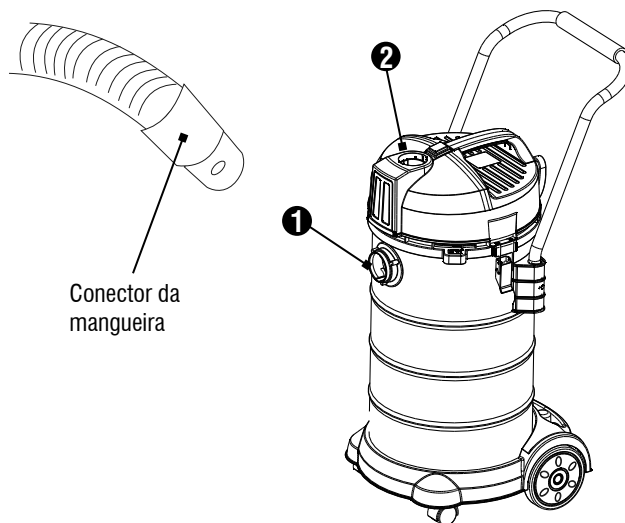

Fig. 7 – Conectando a mangueira no aspirador
- Encaixe o conector da mangueira no bocal da conexão conforme mostra a Fig. 7.